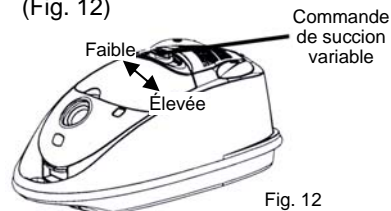

Fig. 12
2. Pour revenir au mode de suction puissante, faites glisser le bouton à la droite jusqu'à ce qu'il s'arrête. (Fig. 12)